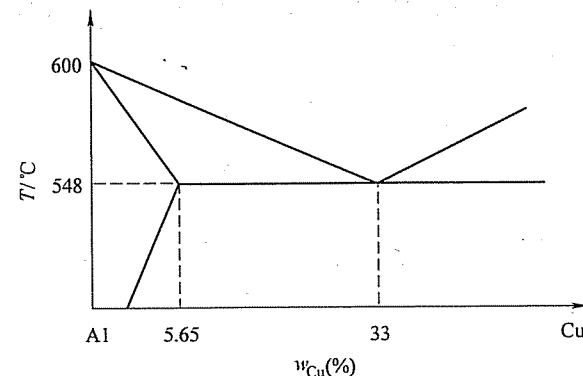

图27-6 第七题第1小题目
1. 图27-6为Al-Cu二元合金相图, 今将含 $w_{Cu} = 2\%$ 的合金棒在固相中无扩散、液相中完全混合、液固界面平面推进的条件下进行不平衡凝固(忽略成分变化引起的体积变化)。计算凝固始端固相的成分; 确定凝固结束后共晶体占铸锭棒长的体积百分数, 并示意画出合金棒中溶质(Cu)浓度分布曲线。